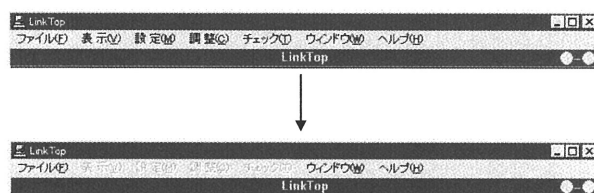

図13
- ④ 接続が終了すると図13のように、メニューが一部使用不可(文字の色が白色)となります。